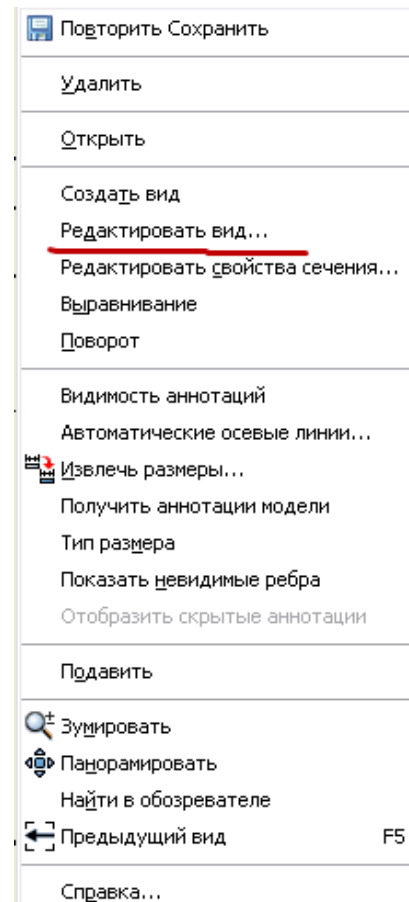

Рис. 3.29. Диалоговое окно **Формат текста**
- Для изменения вида (удаление и воспроизведение невидимого контура или создание фотореалистичной модели) необходимо правой клавишей мыши щелкнуть по прямоугольному контуру выделения, выбрать из выплывающего окна **Редактировать вид** (рис. 3.29).